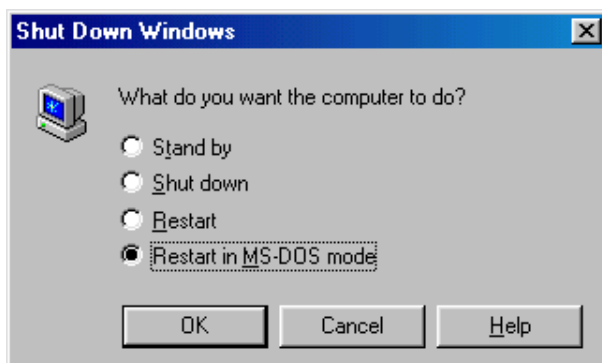

Figura 3 – Reinicie en el modo MS-DOS
- ✦ Si el Windows está corriendo, vaya al botón  y seleccione "Shut Down..." del menú pop-up. En la pantalla, seleccione "Reiniciar en modo MS-DOS" (consulte la Figura 3) y marque el botón OK.